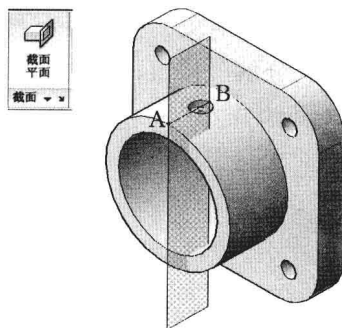

图 9-3-2
(2) 在“截面”面板中单击“截面平面”按钮 ，捕捉并单击模型上的象限点 A、B，创建一个截面对象，如图 9-3-2 所示。